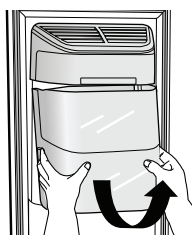

Figura 1
- Sostenga la manija como se muestra en la figura 1.